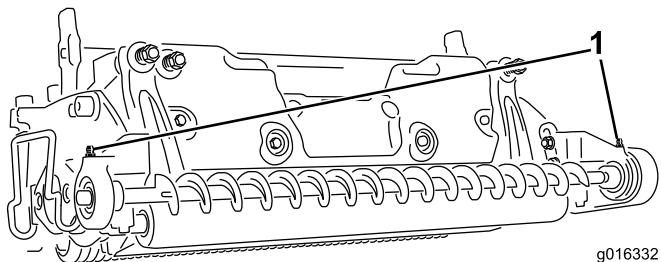

Figure 24
2. Essuyez le graisseur pour éviter que des impuretés ne pénètrent dans le roulement ou la bague ; voir Figure 24.